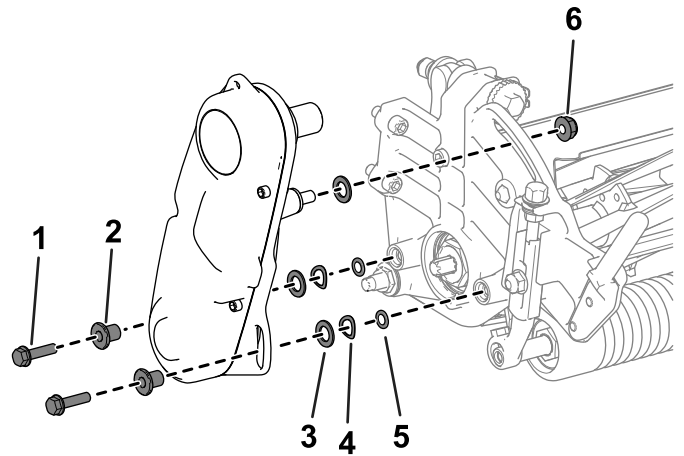

Figura 4
1. Remova as ferragens que prendem o conjunto da transmissão do cilindro à placa lateral (Figura 4).
2. Remova o conjunto da transmissão do cilindro, anilhas chatas, anilhas de mola, espaçadores e anéis de retenção da placa lateral (Figura 4).